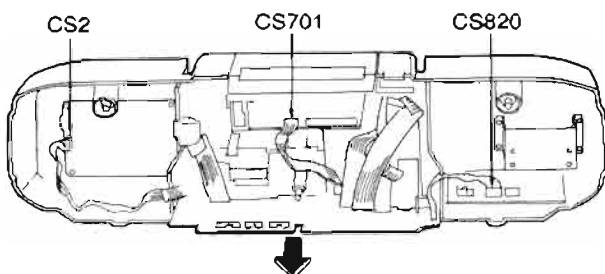

Abb. 11 Fig. 11
5. NF-Platte (Hauptplatte) ausbauen (Abb. 11)
5. Removal of the AF/Main P.C.B. (Fig. 11)